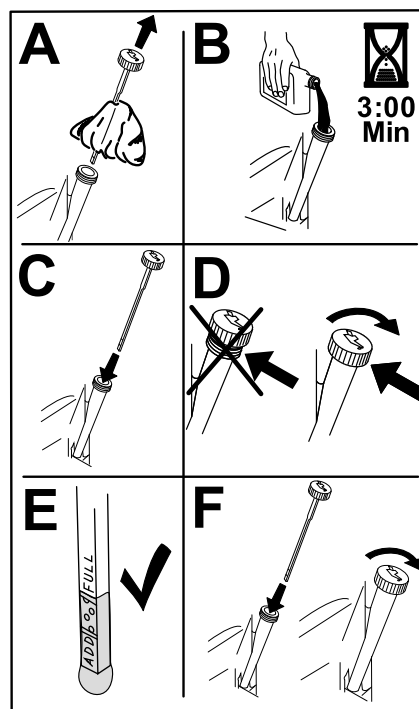

Figura 49
6. Deite cerca de 80% do óleo especificado no tubo de enchimento e adicione lentamente o óleo adicional até chegar à marca Cheio (**Figura 49**).